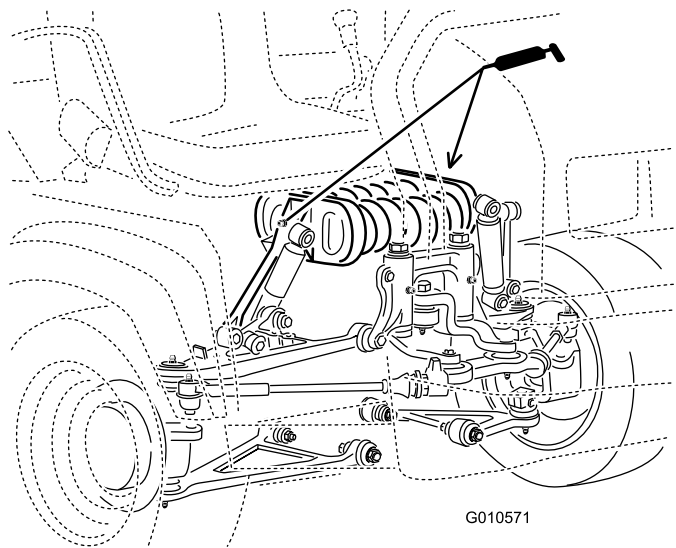

Bild 30
- **Federstangen (2);** siehe Bild 30